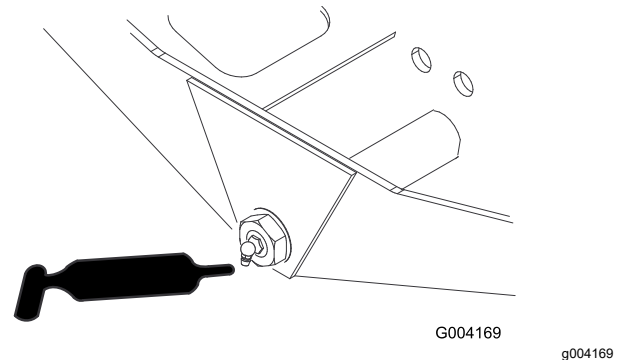

Figura 43
- Pivote de dirección del eje (1) – Figura 43